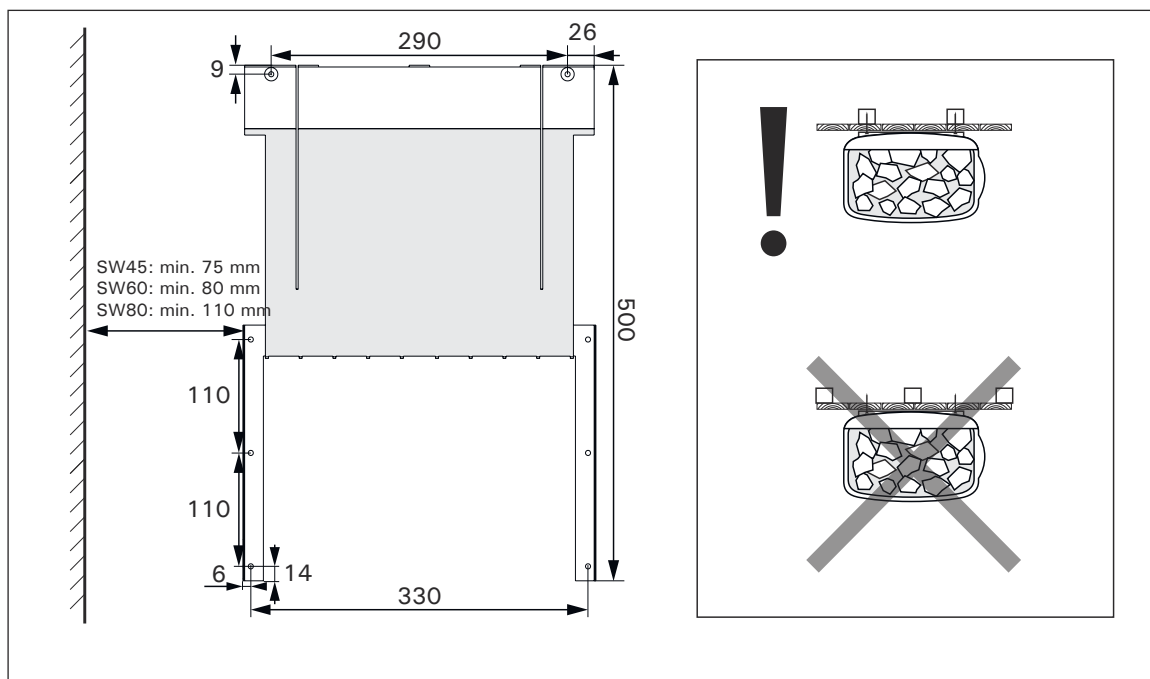
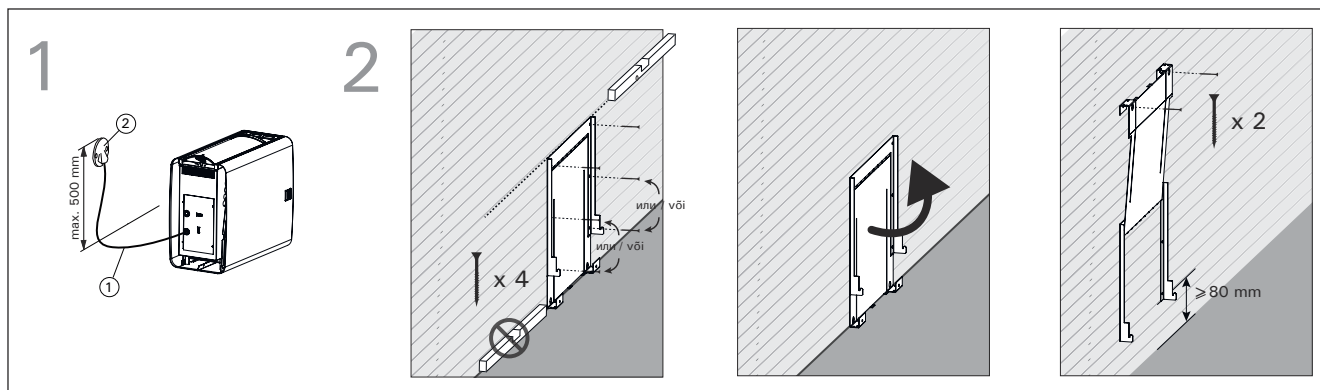

Рисунок 6. Настенный кронштейн, размеры в миллиметрах
Рисунок 7. Крепление настенного кронштейна
- Каменка подключается способом полуфиксации к розетке в стене (рисунок 7:2). Корпус розетки должен быть водонепроницаемым. Расстояние от пола не должно превышать 500 мм.
- В качестве сетевого кабеля (рисунок 7:1) следует использовать резиновый кабель типа H07RN-F, или другой соответствующий ему кабель. **ВНИМАНИЕ! Использование кабеля с изоляцией из ПВХ в качестве сетевого кабеля для каменки запрещено по причине недостаточной температурной стойкости.**
1. Подключите провод питания к каменке (рисунок 7:1).
2. Закрепите настенный кронштейн к стене в горизонтальном положении при помощи подходящих крепежных материалов. Убедитесь, что каменка держится не только на обшивочной доске (рисунок 6). При установке учитывайте наклон пола (рисунок 7:2). Настенный кронштейн устанавливается автоматически на безопасную высоту не менее 80 миллиметров.